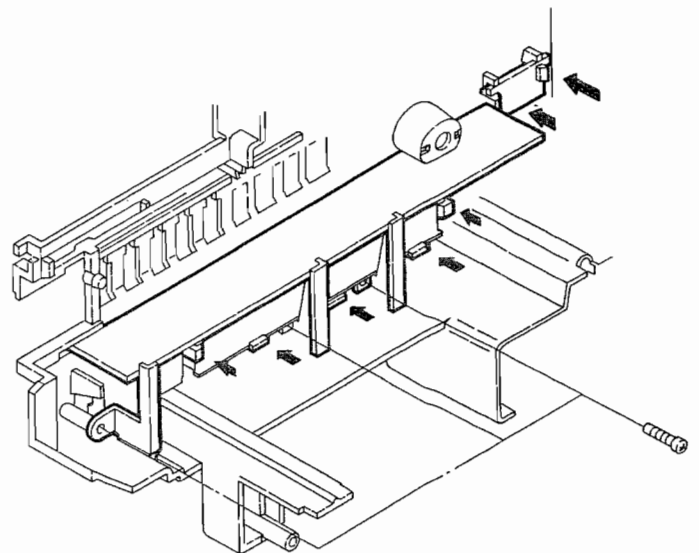

Figure 11-3
5. Withdraw the record/playback P.W.B., and remove three screws and five tabs at the angle supporting the volume P.W.B. See Fig. 11-3.
6. Remove two tabs at the APSS indicator P.W.B. Thus it is possible to detach the record/playback P.W.B. and volume P.W.B. from the main frame. See Fig. 11-3.
5. Die Aufnahme-/Wiedergabe-Leiterplatte herausziehen und die drei Schrauben und fünf Zapfen am Stützwinkel der Lautstärkenleiterplatte entfernen. Siehe Abbildung 11-3.
6. Die beiden Zapfen an der APSS-Anzeige-Leiterplatte entfernen. Nach diesen Vorgängen kann die Aufnahme-/Wiedergabe-Leiterplatte und die Lautstärkenleiterplatte vom Hauptrahmen entfernt werden. Siehe Abbildung 11-3.
5. Retirer la plaquette de montage imprimé d'enregistrement/lecture, et enlever les trois vis et les cinq pattes à l'angle supportant la plaquette de montage imprimé du volume. Voir la Figure 11-3.
6. Enlever les deux pattes sur la plaquette de montage imprimé du témoin APSS. Ainsi il devient possible de détacher la plaquette de montage imprimé d'enregistrement/lecture et la plaquette de montage imprimé du volume du bâti principal. Voir la Figure 11-3.